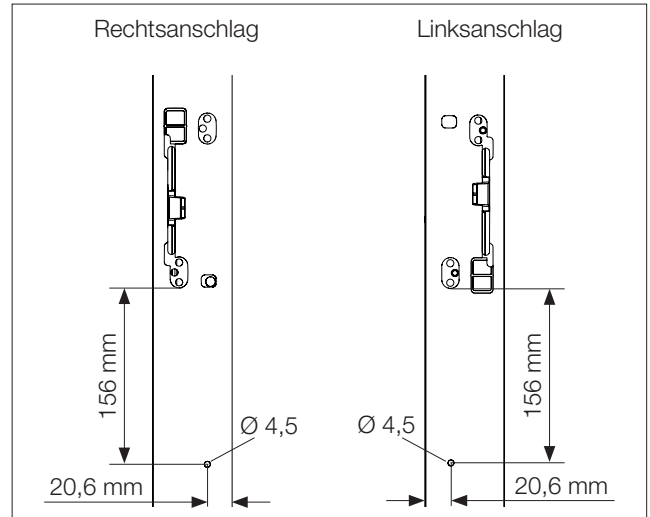

Abb. 18: Anbringen der Bohrungen
- Sehen Sie die Bohrungen an der gewünschten Stelle am Rahmen der Sichttür VX IT mit den entsprechenden Maßen vor (Abb. 18).